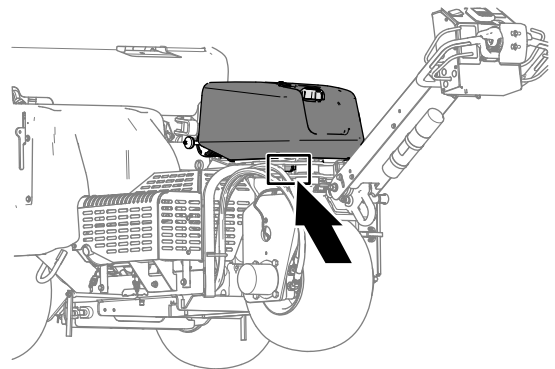

Figure 157
2. Fermez le robinet d'arrivée de carburant (Figure 157).